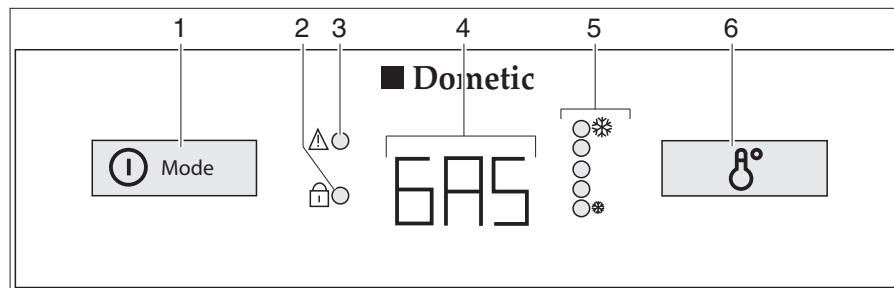

Bild 247 Bedienelemente für den Kühlschrank (Dometic 8er-Reihe mit AES)
Bei Störungen blinkt die Anzeige-LED Störung "⚠" (Bild 247,3).
Wenn die 230-V-Versorgung **nicht** angeschlossen und der Fahrzeugmotor **ausgeschaltet** ist, wählt das AES die Gasversorgung. Beim Anwählen des Gasbetriebs wird die Zündsicherung automatisch geöffnet, so dass Gas zum Brenner strömen kann. Gleichzeitig wird der elektronische Zünder eingeschaltet. Erlischt die Gasflamme, z. B. durch einen Luftzug, wird der Zünder sofort aktiviert und zündet das Gas wieder an. Bei Störung im Gasbetrieb blinkt in der Betriebsanzeige (Bild 247,4) der Text "GAS".
Nach dem Einschalten wählt der Kühlschrank automatisch die mittlere Thermostateinstellung. Diese Einstellung kann manuell mit dem Schalter für die Temperatureinstellung (Bild 247,6) nachgeregelt werden. Die Anzeige-LEDs (Bild 247,5) zeigen die gewählte Thermostateinstellung an. Mit dem Schalter wird die Kühltemperatur für alle drei Energiearten eingestellt. Es dauert einige Stunden, bis der Kühlschrank die normale Betriebstemperatur erreicht hat. Beim Umschalten der Betriebsart wird die Thermostateinstellung beibehalten. Die Kühltemperatur wird unabhängig von der Energieart beibehalten.
- Den Einschalter/Energie-Wahlschalter (Bild 247,1) 2 Sekunden lang drücken, um das Gerät einzuschalten. Die zuletzt gewählte Betriebsart wird in der Betriebsanzeige (Bild 247,4) angezeigt.
- Mit dem Einschalter/Energie-Wahlschalter (Bild 247,1) die Energieart wählen.
- Die Kühltemperatur am Schalter für Temperatureinstellung (Bild 247,6) einstellen. Die Anzeige-LEDs (Bild 247,5) zeigen die gewählte Thermostat-Einstellung.
- Den Einschalter/Energie-Wahlschalter (Bild 247,1) 2 Sekunden lang drücken. Alle Anzeigen erlöschen.